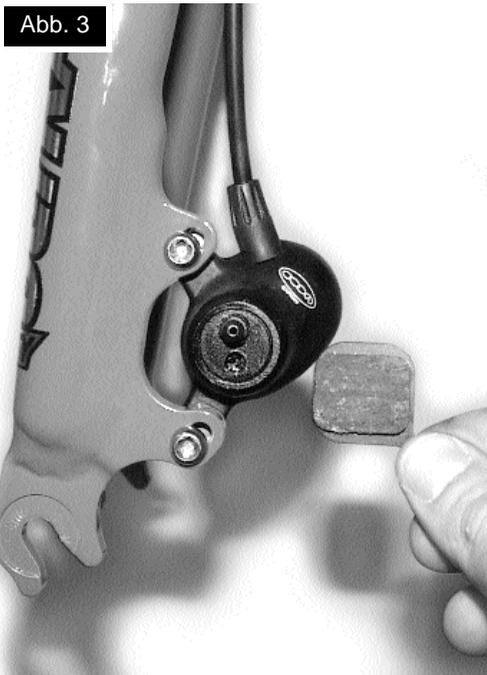

Abb. 3
4. Setzen Sie einen Belag nach dem anderen ein, indem Sie den Belag einfach an der Lasche halten und die Beläge durch den Schlitz für die Bremsscheibe in die quadratische Vertiefung auf jeder Seite schieben (vgl. Abb. 3). Der Stift an jedem Kolben muss in das Loch auf der Rückseite jedes Belages passen. Die Laschen der Bremsbeläge ragen nahe der unteren Befestigungsschraube des Bremssattels heraus. Stellen Sie nochmals sicher, dass der richtige Belag auf der entsprechenden Seite des Bremssattels eingesetzt wurde.